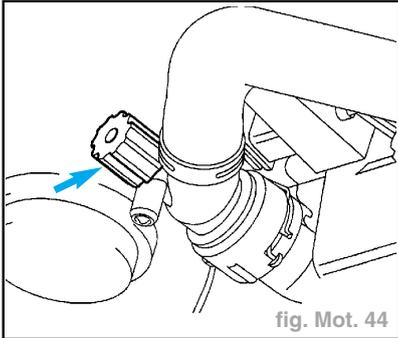

fig. Mot. 44
- Tourner vers la gauche la vis de vidange (flèche) du radiateur et tirer vers l'arrière, brancher si nécessaire une autre durit sur la tubulure (fig. Mot. 44).